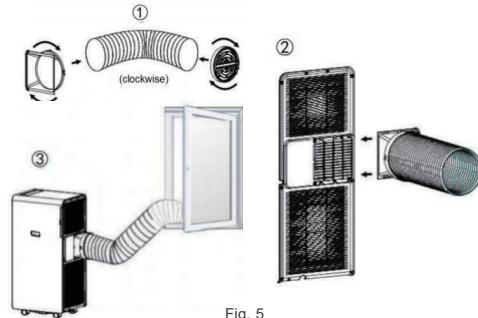

Fig. 5
- 3.Coloque el otro extremo del tubo de escape sobre el alféizar cercano de la ventana (ver Fig. 5).
- 3.Plaats het andere uiteinde van de afvoerslang op de vensterbank van het raam (zie fig. 5).
4. Coloque el otro extremo del tubo de escape sobre el alféizar cercano de la ventana (ver Fig. 5).
4. Leg het andere uiteinde van de afvoerslang op de nabijgelegen vensterbank (zie Fig. 5).